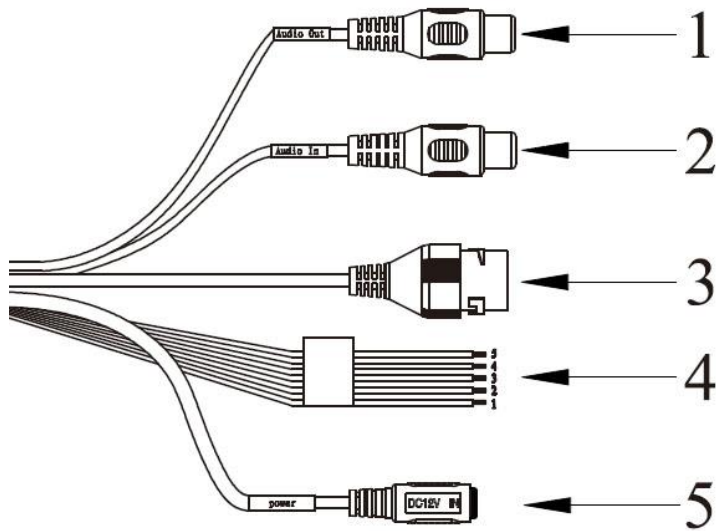

Рисунок 3
4.5 Подключите соединительные провода (разъемы) в соответствии со схемой внешних подключений (рис.3) и соблюдением полярности. Неверное соединение может привести к повреждению и/или неправильному функционированию оборудования.